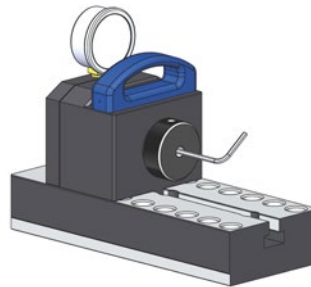

Abbildung 11
6. Lösen und entfernen Sie die Schrauben am Gehäusedeckel (Abbildung 11).